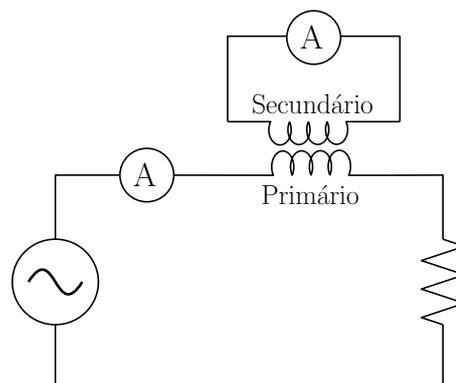

Figura 5.3: Circuito do Transformador de corrente
- Ligue o primário do transformador em série com uma fonte e com o reostato (ajustado para o máximo) como na figura 5.3. Utilize os terminais 190 e $220V$ do primário.